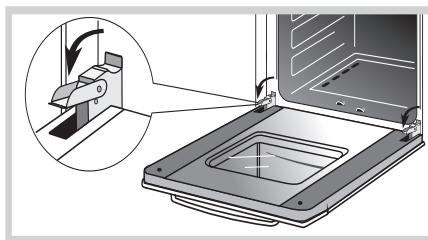

Рис.21
- поднимите и поверните до упора рычаги, расположенные на двух шарнирах (рис. 21),